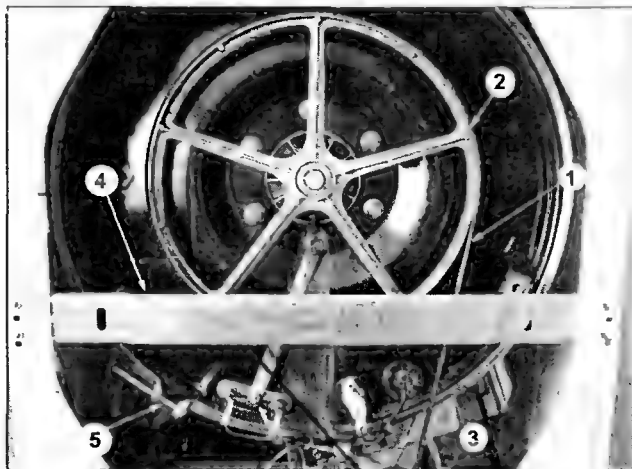

Рис. 1.8.1
- снимают ремень 1 со шкивов барабана 2 и приводного мотора (рис. 1.8.1);
- отвинчивают четыре винта и снимают распорную планку 4 (рис. 1.8.1);
- устанавливают крышку на корпус бака. Затем по его периметру прокладывают резиновый уплотнитель и хомут таким образом, чтобы концы уплотнителя и стягивающий винт находились сверху бака (под противовесом), а не так, как показано на рис. 1.8.1 (позиция 5 — очередная ошибка фабричной сборки). Это позволит после окончательной стяжки хомута избежать возникновения по всему периметру кромки бака складок на уплотнителе, и, как следствие, избежать возможных протечек воды;
- устанавливают распорную планку 4 (рис. 1.8.1);